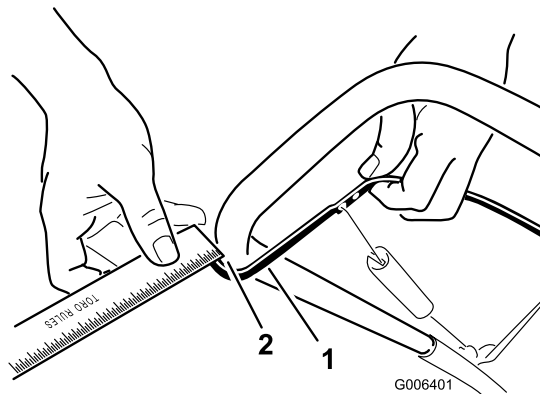

Bild 25
Bewegen Sie den Schaltbügel zum Griff, sodass der Bowdenzug straff ist (Bild 25).
Hinweis: Stellen Sie sicher, dass ein Abstand von 2 bis 3 mm zwischen dem Schaltbügel und dem Griff vorhanden ist (Bild 25).
2. Setzen Sie die Z-Befestigung in ein höheres oder niedrigeres Loch, um den Abstand von 2 bis 3 mm zwischen dem Schaltbügel und dem Griff zu erhalten (Bild 25).